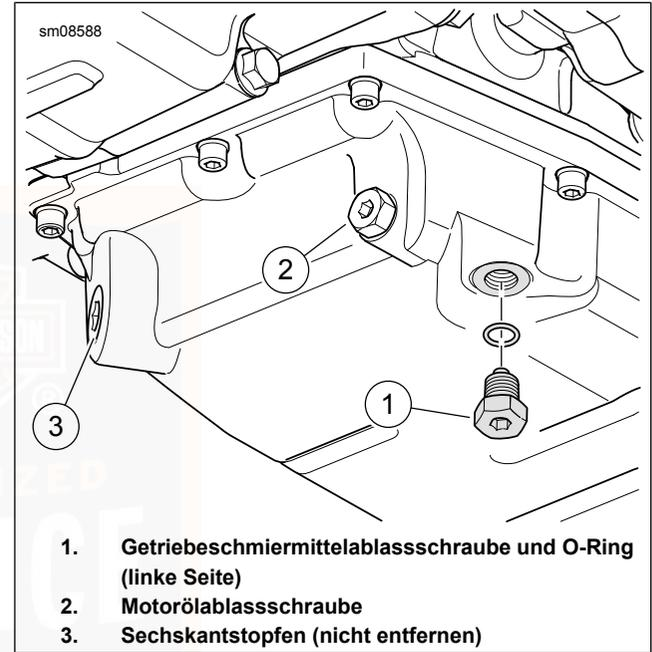

Abbildung 70. Getriebschmiermittelablass
2. Siehe Abbildung 70. Die Getriebeschmiermittel-Ablassschraube entfernen. Getriebe entleeren.